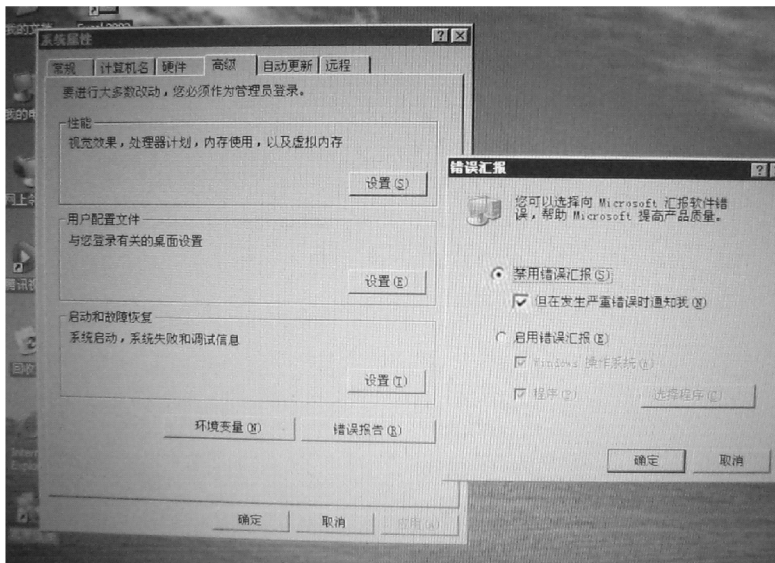

图 3-87 “错误汇报”选项界面
2) 在“系统属性”对话框的“高级”选项卡的右下方还有一个“错误报告”按钮。单击该按钮就可以进入“错误汇报”选项界面。在该选项界面中，选择“禁用错误汇报”和“但在发生严重错误时通知我”。设置好之后，单击“确定”按钮即可，如图3-87所示。